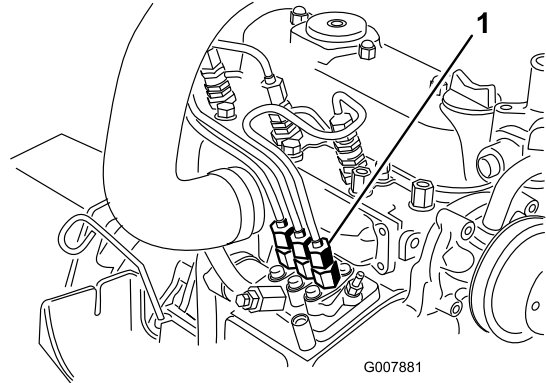

Figura 33
1. Coloque un trapo debajo del conector del tubo que viene desde la bomba de inyección a la boquilla del inyector N° 1, según muestra Figura 33.